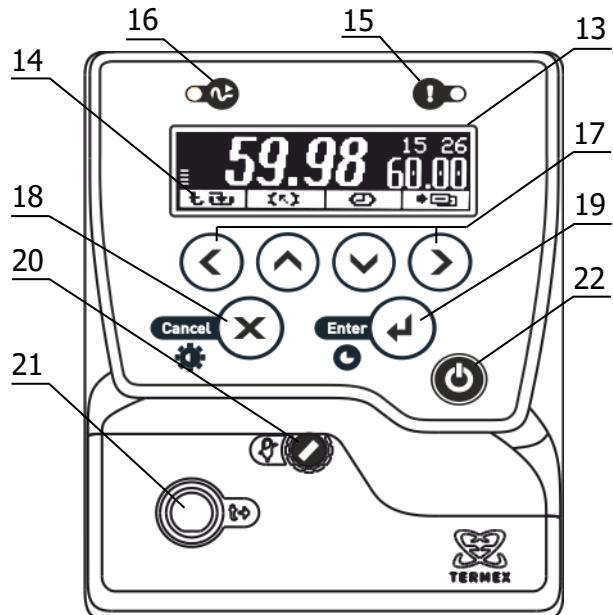

Рисунок 2 – Лицевая панель
Система безопасности блока регулирования отключает двигатель насоса и нагреватель при срабатывании хотя бы одной из защит или неисправности датчика температуры (1.2.13). При срабатывании системы безопасности раздается звуковой сигнал, загорается индикатор 15 (рисунок 2) и на дисплей 13 выводится информация о причине неисправности.
2.3.1 После подключения сетевого кабеля к электрической сети блок регулирования переходит в режим ожидания. Подключение сопровождается кратковременной подсветкой дисплея 13 (рисунок 2).
2.3.6 Для регулировки яркости подсветки или контраста дисплея нажать кнопку 18 (X), выбрать изменяемый параметр кнопками (▲) и (▼) и установить его значение кнопками (◀) и (▶). Зафиксировать изменение нажатием кнопки 19 (↔) (рисунок 2).
2.7.6 Для выбора уставки в качестве текущей кнопками (▲) и (▼) подвести к ней указатель. Значение отмеченной указателем уставки дублируется крупными цифрами в правой части дисплея. Для подтверждения выбора отмеченной уставки нажать кнопку 19 (◀). Для отмены выбора нажать кнопку 18 (X) (рисунок 2).
2.7.7 Для изменения численного значения отмеченной указателем уставки нажать кнопку (▶). На рамке, обрамляющей значение уставки в правой части дисплея, появятся “засечки”, указывающие на изменяемую позицию в численном значении. Цифра в отмеченной позиции мигает. Нажатиями кнопок (▲) и (▼) установить требуемую цифру в отмеченной позиции. Если удерживать кнопку нажатой, значение уставки будет изменяться непрерывно. Нажатиями кнопок (◀) и (▶) переместить отметку изменяемой позиции. Дискретность изменения значения уставки зависит от положения изменяемой позиции: если отмечена позиция десятков, то при единичном нажатии кнопки (▲) или (▼) значение уставки изменится на 10 °C. Если отмечена позиция десятых долей, то значение уставки изменится на 0.1 °C соответственно. Закончить ввод нового значения уставки нажатием кнопки 19 (◀). Для возврата к значению уставки до ее изменения нажать кнопку 18 (X) (рисунок 2).
2.8.3 При срабатывании защиты раздается звуковой сигнал и загорается красный индикатор срабатывания системы безопасности 15 (рисунок 2). Работа насоса и нагревателя будет блокирована. На дисплее отобразится текущее состояние системы защит.